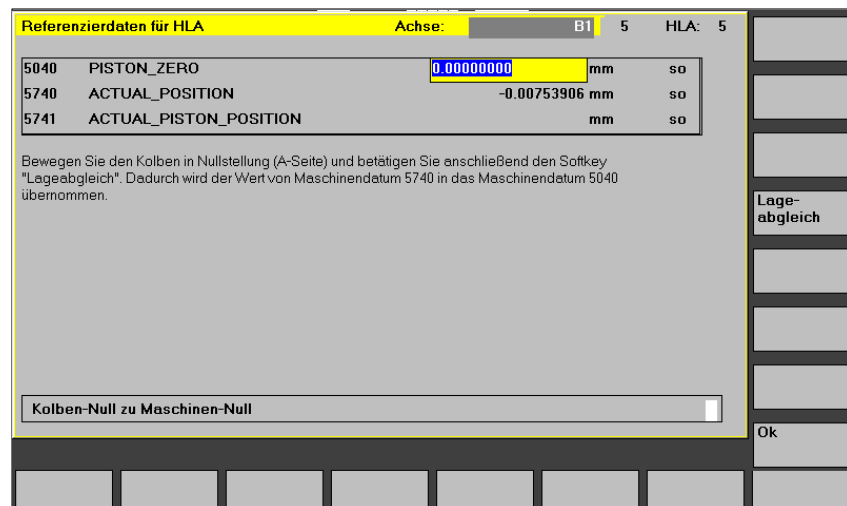

Bild 3-21 Menübild "Referenzierdaten für HLA"
- Softkey "Lageabgleich" betätigen (siehe Bild 3-21), dadurch wird der Wert des MD 5740: ACTUAL_POSITION in das MD 5040: PISTON_ZERO übernommen.